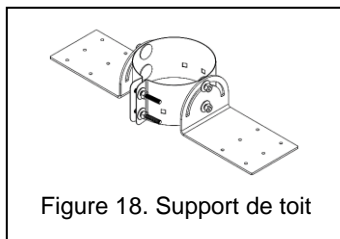

Figure 18. Support de toit
2. Boulonnez-y les deux pattes de support de 90°. Ces pattes nécessitent deux boulons élévateurs chacun. Laissez ces boulons desserrés (voir Figure 18).